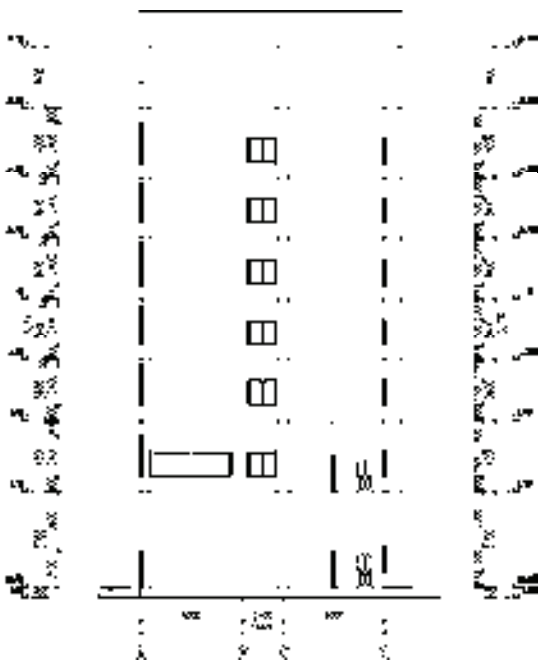

图 15-169 整理图形
1) 整理图形。调用“删除”命令、“修剪”命令，对剖面图执行编辑修改操作，结果如图 15-169 所示。